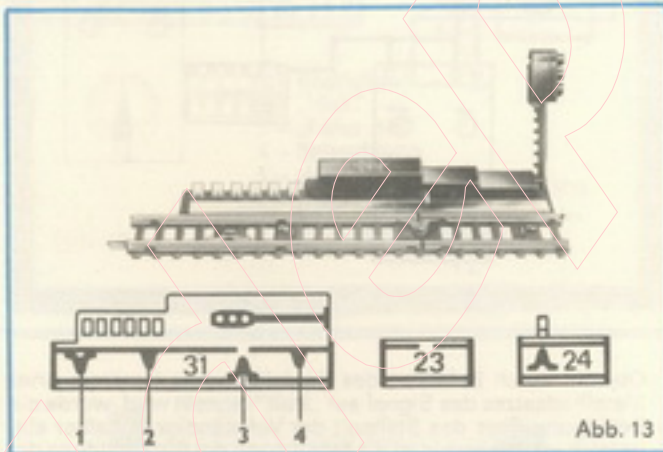

Abb. 13
Das PIKO-Blocksignal ist ein vereinfachtes Lichtsignal mit den Signalbegriffen „Halt“ (rot) und „Fahrt frei mit Geschwindigkeitsbegrenzung“ (grün-gelb). Durch Herausnehmen des gelben Glühlämpchens ist es möglich, den Signalbegriff „Fahrt frei“ (grün) — ohne Geschwindigkeitsbegrenzung — darzustellen. Das PIKO-Blocksignal besteht aus dem eigentlichen Lichtsignal, dem Doppelspulenantrieb und einem 1/1 geraden Gleisstück. Mit dem PIKO-Blocksignal kann man einfach und unkompliziert eine Blockstrecke mit automatischem Zugbetrieb aufbauen und schließlich eine komplette Modelleisenbahnanlage automatisieren. Darüber hinaus kann man das PIKO-Blocksignal auch als einfaches Ein- und Ausfahrtsignal verwenden. Für die verschiedenen Einsatzmöglichkeiten des PIKO-Blocksignals liegen jeder Packung ein Trenngleis (23) und ein Schaltgleis (24) bei (Abb. 13). Um alle notwendigen Schaltfunktionen ausführen zu können, ist das Blocksignal mit einem Doppelspulenantrieb mit Endabschal-